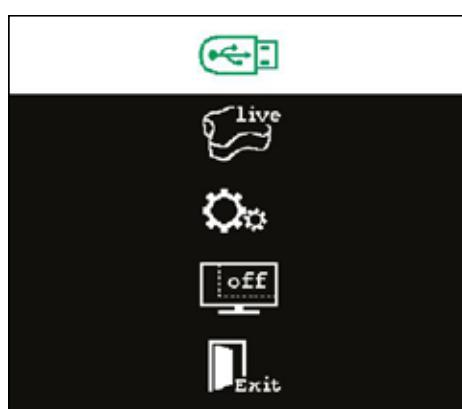

Fig. 20
- ⇒ Nel menu principale Split Screen (Fig. 20) o nel sottomenu SplitScreen (Fig. 21) selezionare la penna USB.